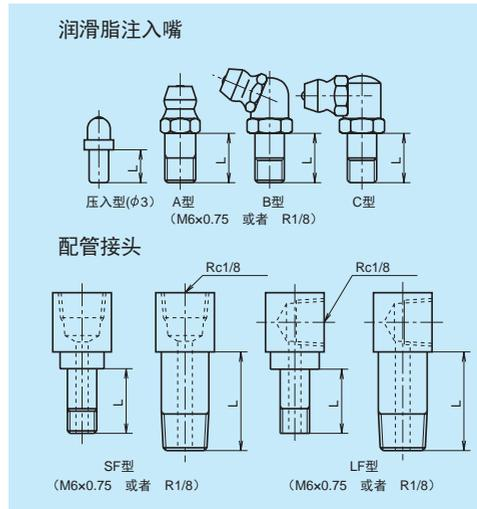

图 11 润滑脂注入嘴和专用配管接头
润滑脂注入嘴和专用配管接头如图 11、表 11 所示。根据双密封、护板、NSK K1 等及防尘零件，备有颈长 (L) 不同的润滑零件。可将满足用户要求的防尘型号润滑用零件组装交货。